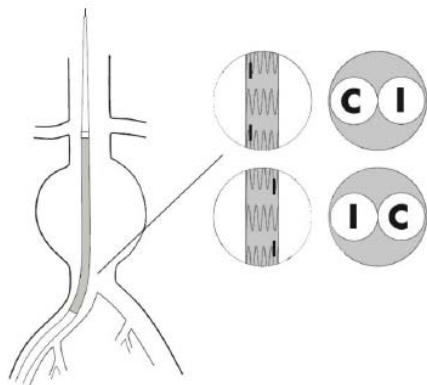

Figura 11
- Se desejado, a orientação radial da endoprótese pode ser ajustada. O sistema pode ser rotacionado usando a manopla estacionária preta. Os marcadores radiopacos mínimo e máximo na perna contralateral da Endoprótese bifurcada principal identificam o local da perna contralateral na bainha do sistema. Para facilitar a rotação, pode ser necessário mover a bainha até uma área reta na aorta. (Figura 11).